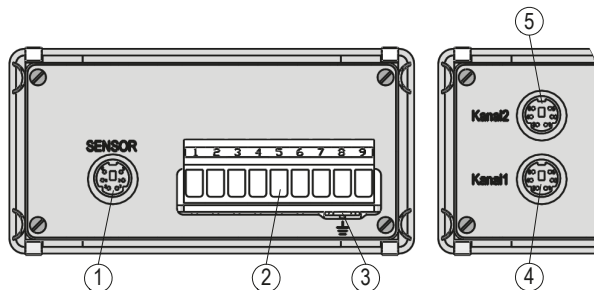

Abb. 2: Anschluss
Der Anschluss erfolgt über die 6-polige Mini-Din Buchse an der Rückseite (siehe Abb. 2).
- 9 pol. Steckleiste (siehe Abb. 2).